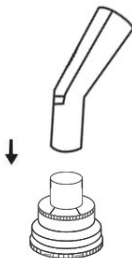

Рис. 4
8. Приєднайте загубник для рота або інгаляційну маску (на Ваш вибір) до верхньої частини розпилювача (Рис. 4).